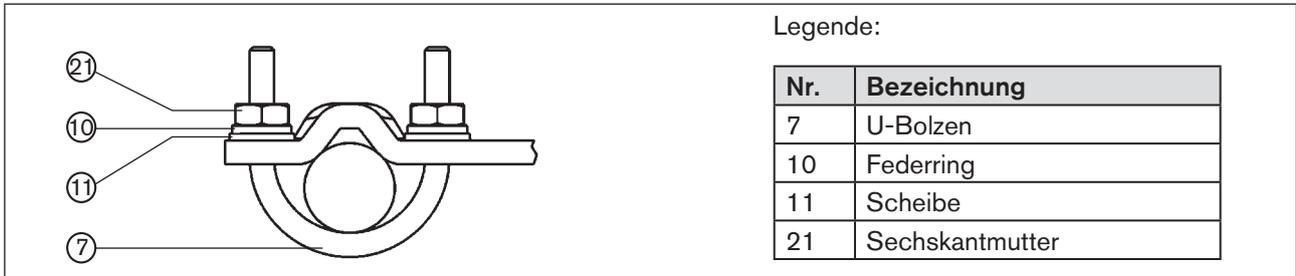

Bild 17: Positioner mit Anbauwinkel befestigen; bei Antrieben mit Säulenjoch
→ Anbauwinkel mit den U-Bolzen (7), Scheiben (11), Federringen (10) und Sechskantmutter am Säulenjoch (21) befestigen (siehe „Bild 17“).